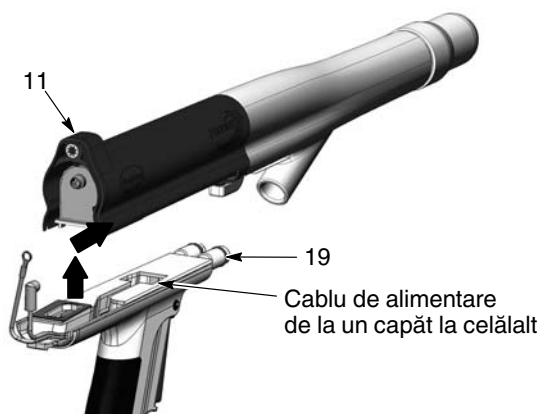

Figura 22 Separarea corpului pistolului de mâner
9. A se vedea Figura 22. Ridicați partea posterioară a corpului pistolului (11) pentru a-l desface de pe mâner, apoi împingeți în față corpul pentru a îl separa de mâner (19).